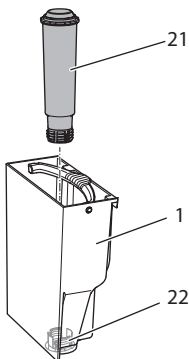

Abb. 15: Wasserfilter ein- oder ausschrauben
- Entfernen Sie den Wasserfilter (siehe Abb. 15 auf Seite 21).
9. Setzen Sie einen neuen Filter in den Wassertank ein (siehe *Abb. 15*).
3. Entfernen Sie den Wasserfilter (siehe *Abb. 15*).